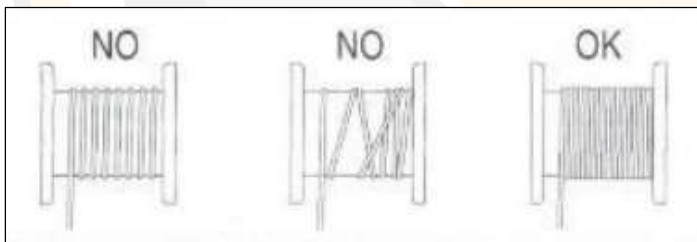

Рисунок 2. Намотка троса на катушку.
- Перед запуском убедитесь, что стальной трос правильно намотан вокруг катушки и что расстояние между намоткой меньше, чем стальной трос (см. рисунок 2).